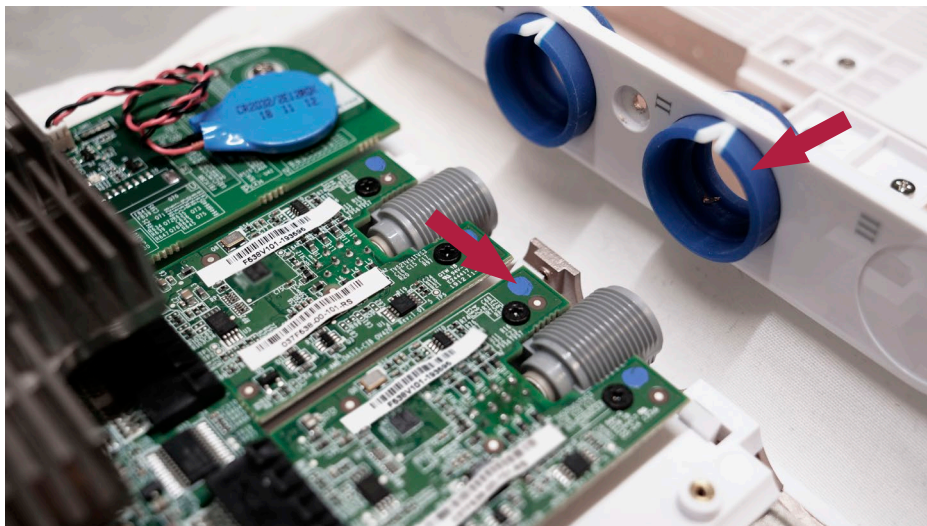

Figura 19 Il colore sulla scheda VDI deve corrispondere al colore dell'anello
- f) **Controllare che il colore dell'anello coincida con il colore della scheda VDI (v. Figura 19)**
Quando si rimonta l'alloggiamento posteriore, controllare che i colori sulle schede VDI (Figura 19) corrispondano ai colori degli anelli in cui sono posizionate.